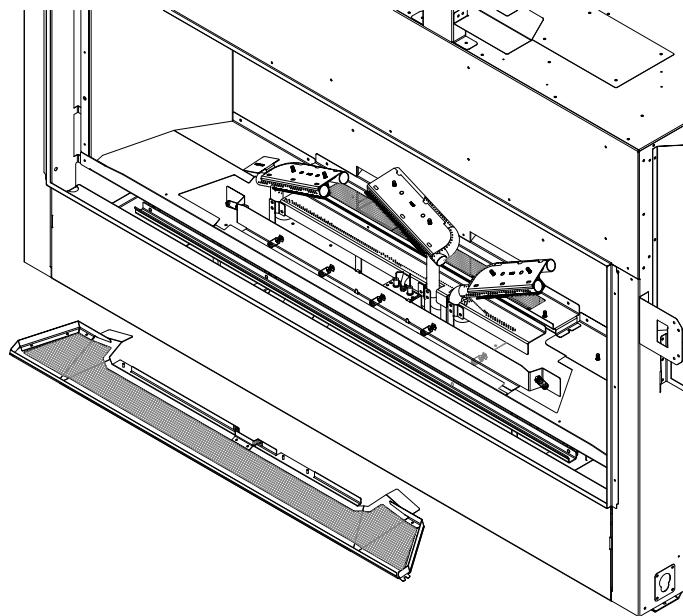

Figure 8.3 - Retrait du plateau à braises (à l'avant)
3. Retirez et conservez les (2) vis du plateau à braises à l'avant. Soulevez le plateau à braises pour le retirer de la chambre de combustion. Voir la Figure 8.3.
4. Installez les (7) ampoules halogènes (fournies dans le paquet de composants) dans les socles de lampe.